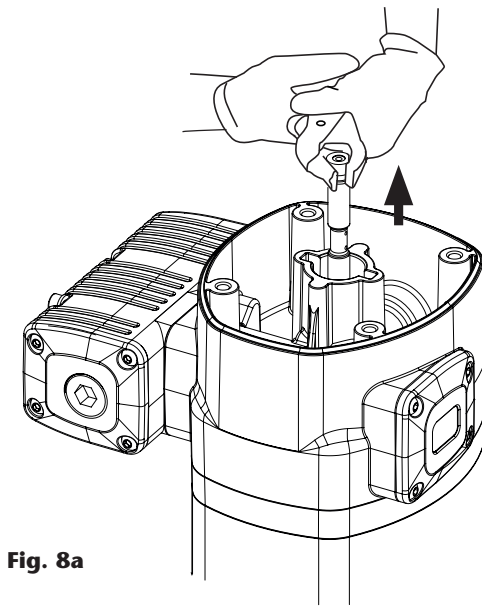
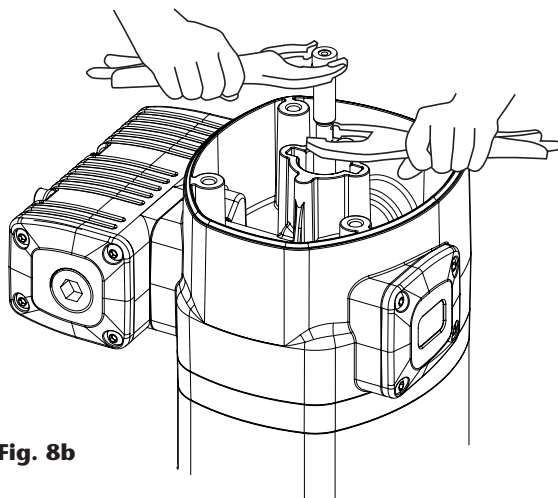

Fig. 8a
Fig. 8b
1. Unscrew the bolts (2) and remove the cap (3).
2. Unscrew the sensor sleeve (4).
3. With a manual clamp on the nut (5), pull the rod (40) outwards until its central recess appears (fig. 8a). Then, with another manual clamp, grab the rod (40) on the recess to prevent sealing surface from being damaged, and unscrew the nut (5) (fig. 8b).
4. Remove o-ring (6) and ring (7), and replace them with new ones later during reassembly.
5. Unscrew the bolts (55). Pull the motor body (13) outwards to free it along with bridle (36).
6. Take away the gasket (9) and replace its seals (8) and (10).
7. Unscrew the bolts (37) and separate the motor (13) from the bridle (36). Take away the washer (32) and replace the seal (8).
8. Take away the cylinder (50) while carefully holding the air piston (45). Replace the piston seal (44).
9. Reassemble in reverse order, applying thread locker in screws (37), nut (5) and sensor sleeve (4).
1. Desenrosque los cuatro tornillos (2) y quite la tapa (3).
2. Desenrosque el tapón inversor (4).
3. Con ayuda de una mordaza manual sobre el casquillo (5), tire hacia fuera del vástago (40) hasta que aparezca su rebaje central (fig. 8a). Después, con otra mordaza manual agarre el vástago (40) en dicha zona rebajada central para no dañar la superficie destinada al sellado y desenrosque el casquillo (5) (fig. 8b).
4. Deseche la tórica (6) y el aro (7), y use otros nuevos posteriormente al volver a montar.
5. Desenrosque los cuatro tornillos (55). Tire hacia arriba del cabezal motor (13) hasta liberarlo junto con la brida (36).
6. Quite el casquillo inversor (9). Sustituya las juntas (8) y (10) de este casquillo.
7. Desenrosque los cinco tornillos (37) y separe el cuerpo motor (13) de la brida (36). Extraiga la arandela (32) y sustituya la junta (8).
8. Retire el cilindro (50) sujetando con cuidado el émbolo (45). Sustituye la junta (44) de dicho émbolo.
9. Vuelva a montar el conjunto en sentido inverso, aplicando fijador de rosca en los tornillos (37), casquillo (5) y tapón inversor (4).